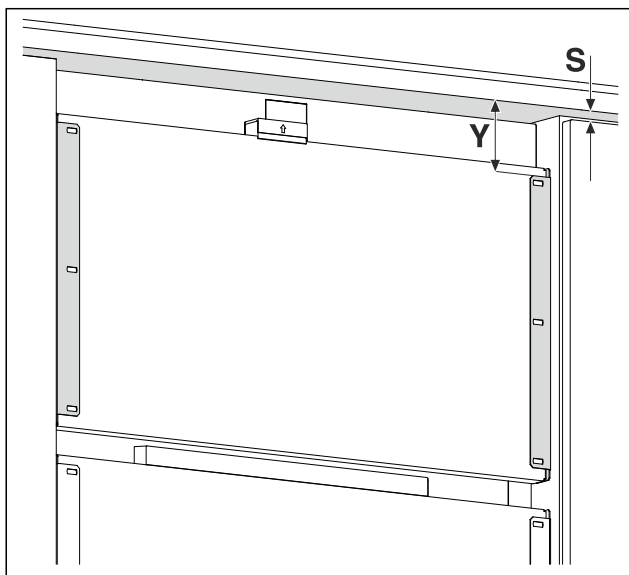

Fig. 15 Esimerkkikuva
- Mittaa etäisyys Fig. 15 (Y) kalusteen etuosan alareunasta kiinnityskulmaan.
- Mittaa etäisyys Fig. 15 (S) kalusteen etuosan alareunasta kalusteoven yläreunaan.